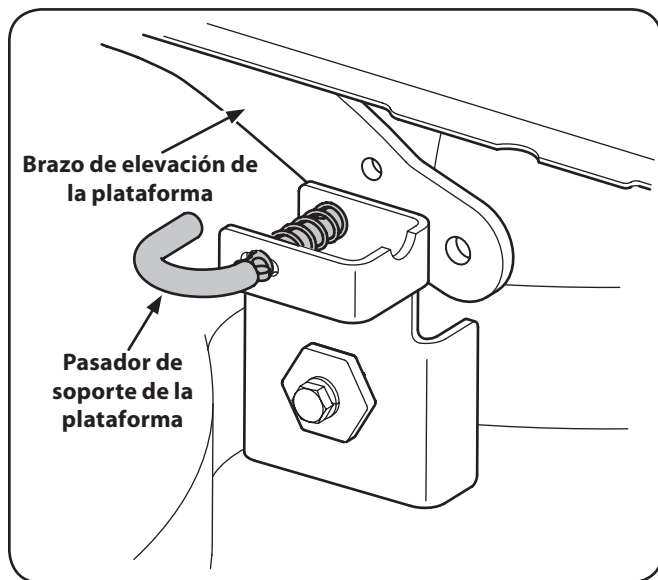

Figure 7-3
6. Tire hacia afuera el pasador de soporte de la plataforma para separar la misma del brazo de elevación de la plataforma. Vea la Figure 7-3.
- b. Vuelva una conectar los brazos de elevación de cubierta. Véase la Figure 7-3.